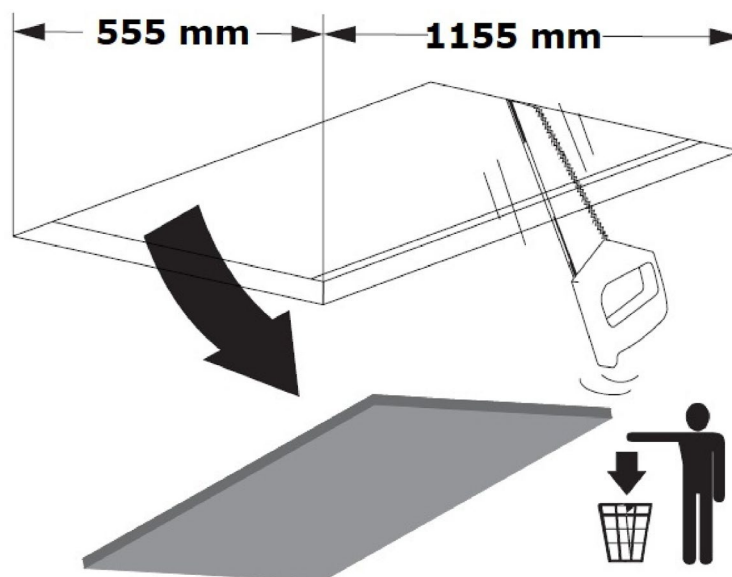

Fig. 7
1. ➔ Taket eller materialet där ventilatorn är monterad måste vara utskuren med angivna mått (Fig. 7).